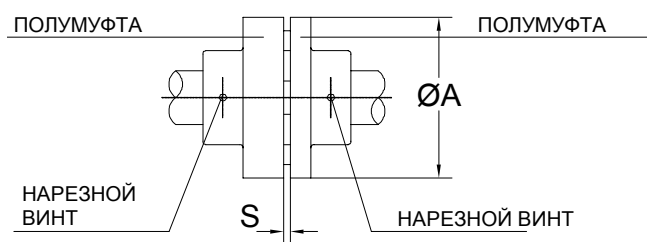

Рис. 12
- 5 - Проконтролировать расстояние между двумя полумуфтами при помощи толщиномера, придерживаясь значения "S", приведенного в таб. 2 или значения, данного изготовителем муфты. В случае необходимости подгонки размера, временно ослабив нарезные установочные винты, расположенные на полумуфтах, при помощи отвертки сместить полумуфту на желаемое расстояние (см. рис. 12). Затем закрепить нарезные установочные винты через отверстие фонаря, произвести ручную вращение муфты, убедившись в том, что она вращается свободно.